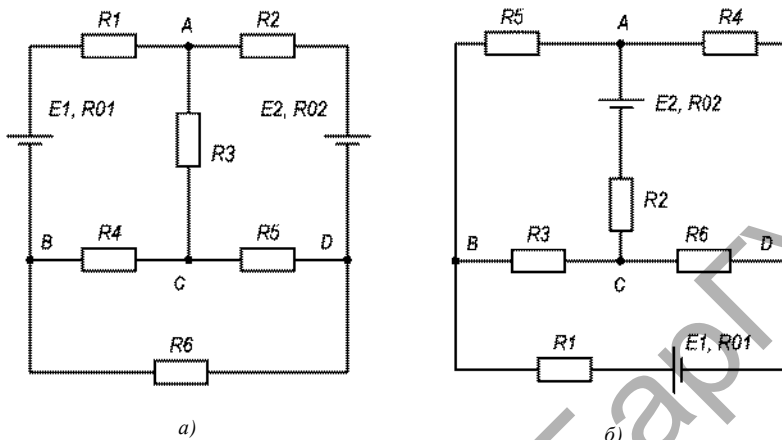

Рисунок 1.28
**Задача 1.15.** Вычислить токи в ветвях цепи (рис. 1.28) методом наложения. Проверить расчёт по уравнению баланса мощности. Построить потенциальную диаграмму для контура  $ACD$ , определить напряжение между узлами  $C$  и  $D$ , используя исходные данные из таблицы 1.15.